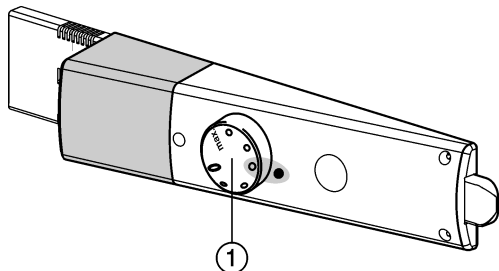

Fig. 2
- ▶ Temperaturregler *Fig. 2 (1)* nach rechts von Stellung 0 auf Punkt 3 drehen.